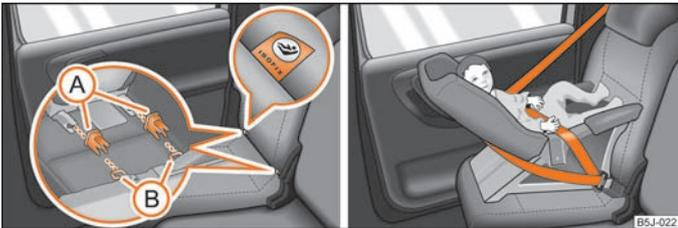

Abb. 111 Halteösen (ISOFIX-System) / ISOFIX-Kindersitz in die montierten Aufnahmetrichter schieben
- Stecken Sie die Aufnahmetrichter (A) auf die Halteösen (B) zwischen Sitzlehne und -fläche ⇒ Abb. 111.
- Schieben Sie die Rastarme des Kindersitzes in die Halteösen, bis sie hörbar einrasten ⇒ Abb. 111.